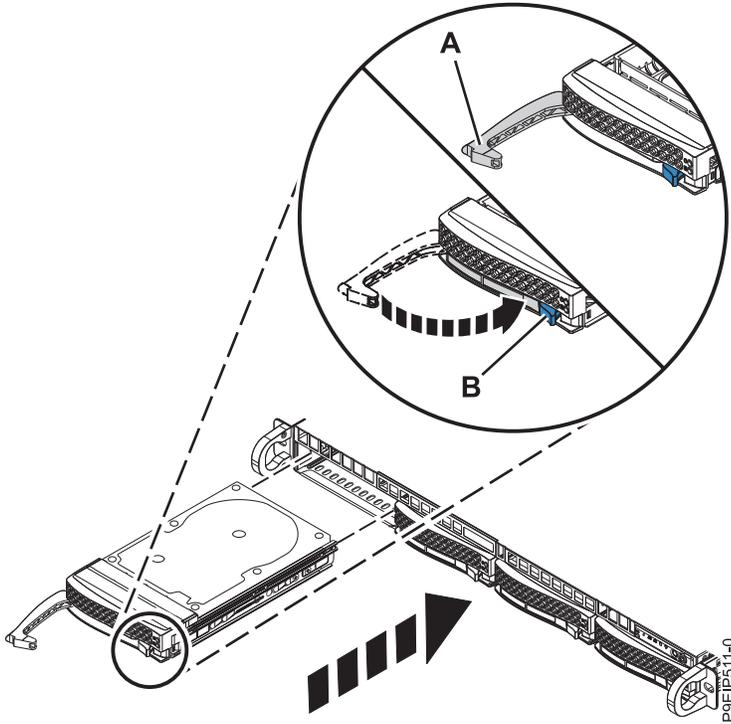

図 8. ディスク・ドライブのロックの詳細
4. **(B)** 位置にロックされるまでハンドル・リリースを押し込んで、ドライブ・ベイ・ハンドル **(A)** をロックします (10 ページの図 8 を参照)。